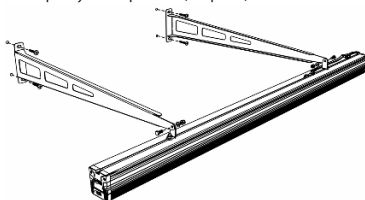

Рисунок 3 Установка креплений
4.2 Установите крепления на ровную поверхность (см. рис.3).